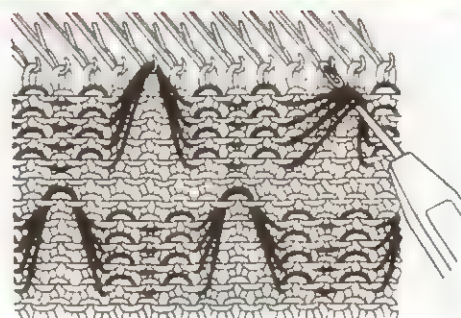

рис. 17
2. Прямой подъем протяжек за один прием (рис. 17).